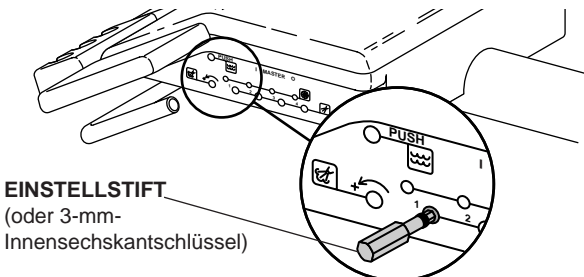

Bild 8. Spraywasser-Regelventil
Die Spraywasser-Regelventile regeln die Zufuhr von Spraywasser einzeln für jedes Handstück (siehe Bild 8).
2. Sehen Sie sich an, wo sich die Spraywasser-Regelventile befinden (siehe Bild 8).